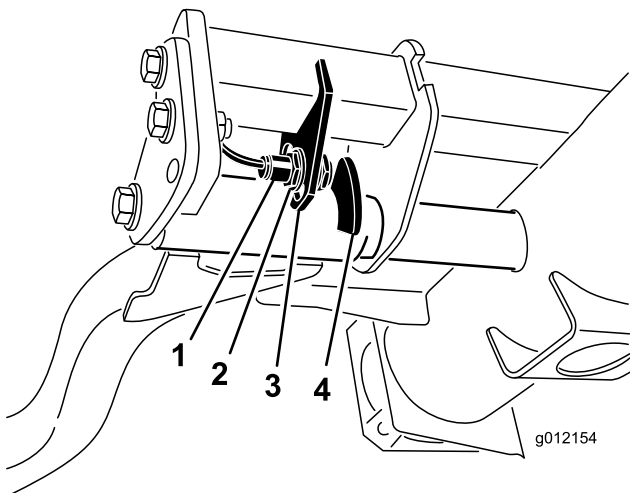

Figura 35
2. O interruptor do braço de elevação encontra-se por baixo do depósito hidráulico por trás do braço de elevação direito dianteiro (Figura 35).
3. Solte os parafusos de montagem do interruptor (Figura 35) e desloque o interruptor para baixo para aumentar a altura de viragem do braço de elevação ou desloque o interruptor para cima para diminuir a altura de viragem do braço de elevação. Aperte os parafusos de montagem.